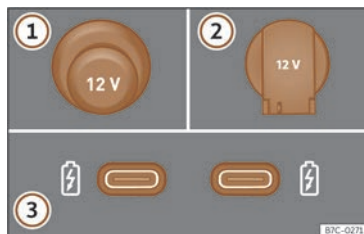

Fig. 123 Preses de corrent de 12 volts del vehicle.
Preses de corrent de 12 volts >>> **fig. 123**:
- Traieu el tap situat a la consola central de la presa de corrent >>> **fig. 123** ❶.
- Aixequeu la tapa de la presa de corrent >>> **fig. 123** ❷.